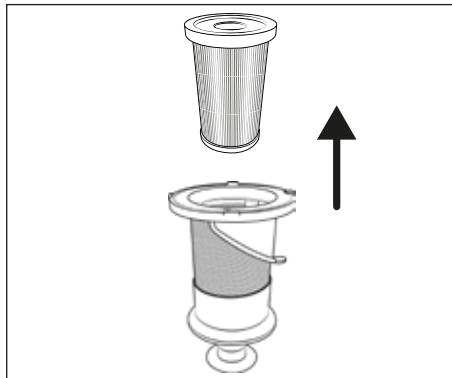

Fig. 18
- 3) Tag HEPA-filteret ⑤ ud af filteret af rustfrit stål ⑥ ved at holde i åbningen på HEPA-filteret ③ og tage det ud af filteret af rustfrit stål ⑥ (se fig. 18).